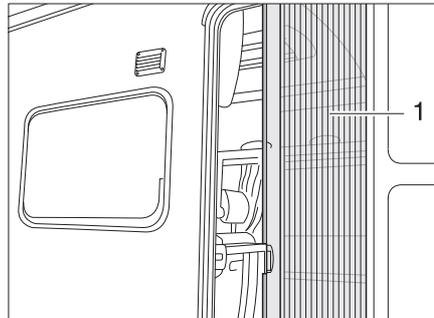

Fig. 27 Moustiquaire
**Ouvrir :** ■ Sortir entièrement la moustiquaire par la poignée (Fig. 27,1).
**Fermer :** ■ Rentrer entièrement la moustiquaire par la poignée (Fig. 27,1).